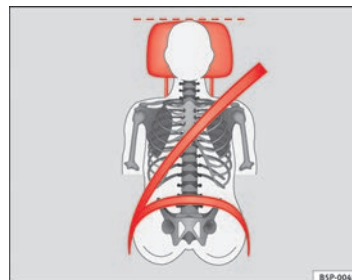
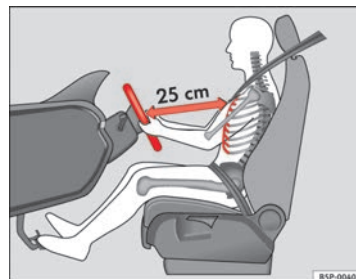

Fig. 29 Banda del cinturón y apoyacabezas ajustados correctamente.
Fig. 28 Distancia correcta entre el conductor y el volante.
- Realice el ajuste del asiento de tal modo que el volante quede como mínimo a 25 cm del tórax ⇒ fig. 28 y que pueda asir el volante lateralmente por la parte exterior con las dos manos y los brazos ligeramente flexionados.
⇒ fig. 28.
- Ajuste el apoyacabezas de modo que el borde superior quede, en la medida de lo posible, a la altura de la parte superior de la cabeza, en ningún caso por debajo de los ojos. Mantenga la nuca lo más cerca posible del apoyacabezas ⇒ fig. 28 y ⇒ fig. 29.
Ajuste la distancia correcta entre el conductor y el volante ⇒ fig. 28 con la ayuda de los mandos situados en el asiento del conductor ⇒ página 52.